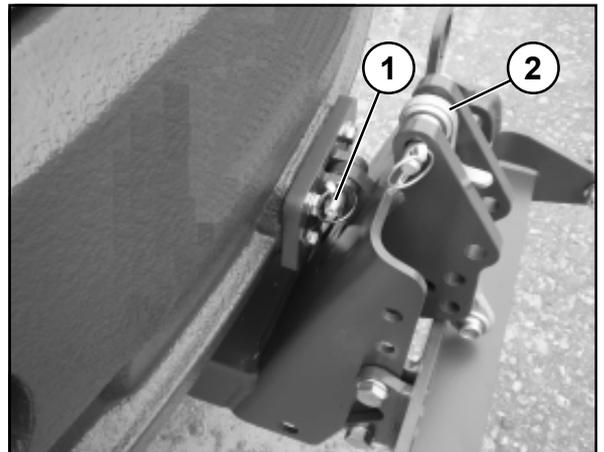

Fig. 6-15
(3) Poser la plaque de montage arrière sur le palettiseur de cette manière et la déplacer par l'arrière sous le train de roulement jusqu'à ce que la plaque de montage arrière soit reliée au logement sur le train de roulement en introduisant un boulon (6-14/flèche). Bloquer les boulons à l'aide de clavettes de blocage.
(4) Rabattre le bras oscillant transversal (6-15/2) vers l'arrière comme décrit sur la figure 6-15.
(5) Positionner la plaque de montage arrière par des mouvements de rapprochement/d'inclinaison et de levage du palettiseur, de manière à ce que le boulon soit introduit dans l'alésage de réception de la plaque de montage de l'accoupleur de manœuvre et de remorquage (6-15/1). Bloquer les boulons à l'aide de clavettes de blocage.